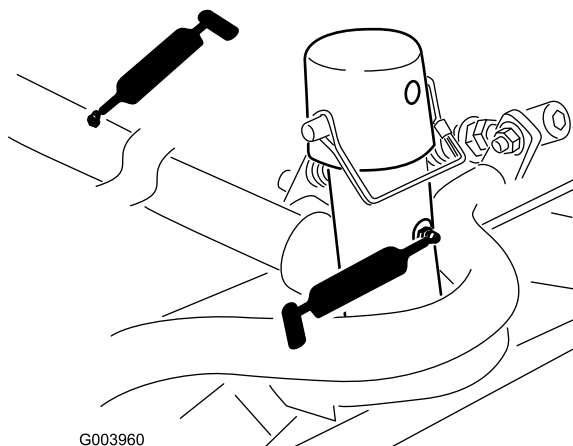

Figura 68
- Bastidor de tiro y pivote de la unidad de corte (2 en cada) (Figura 68).